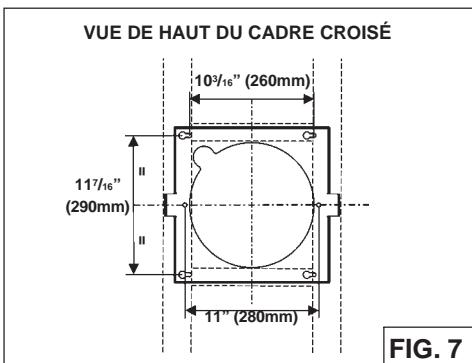

FIG. 7
- Monter les quatre vis 6x60mm au plafond à l'endroit indiqué sur la figure 7. Laisser 1/4" d'espace entre la tête de vis et le plafond (vis seront serrées plus tard). Assurez-vous que les vis sont entraînées dans le centre de poutrelles et de cadrage pour une résistance maximale.